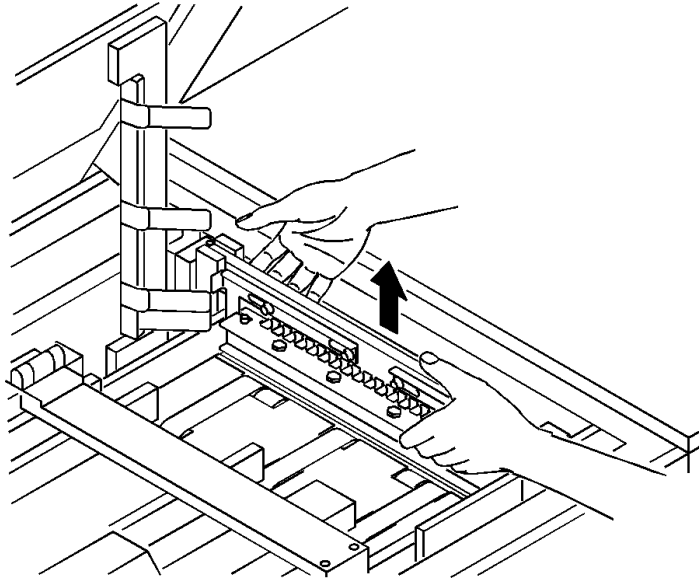

Abbildung 2-3: Entfernen und Einsetzen der Matrizenvorrichtung
- 6 Fassen Sie den Sockel der Matrize und heben Sie sie gerade heraus, wie in Abbildung 2-3 gezeigt.